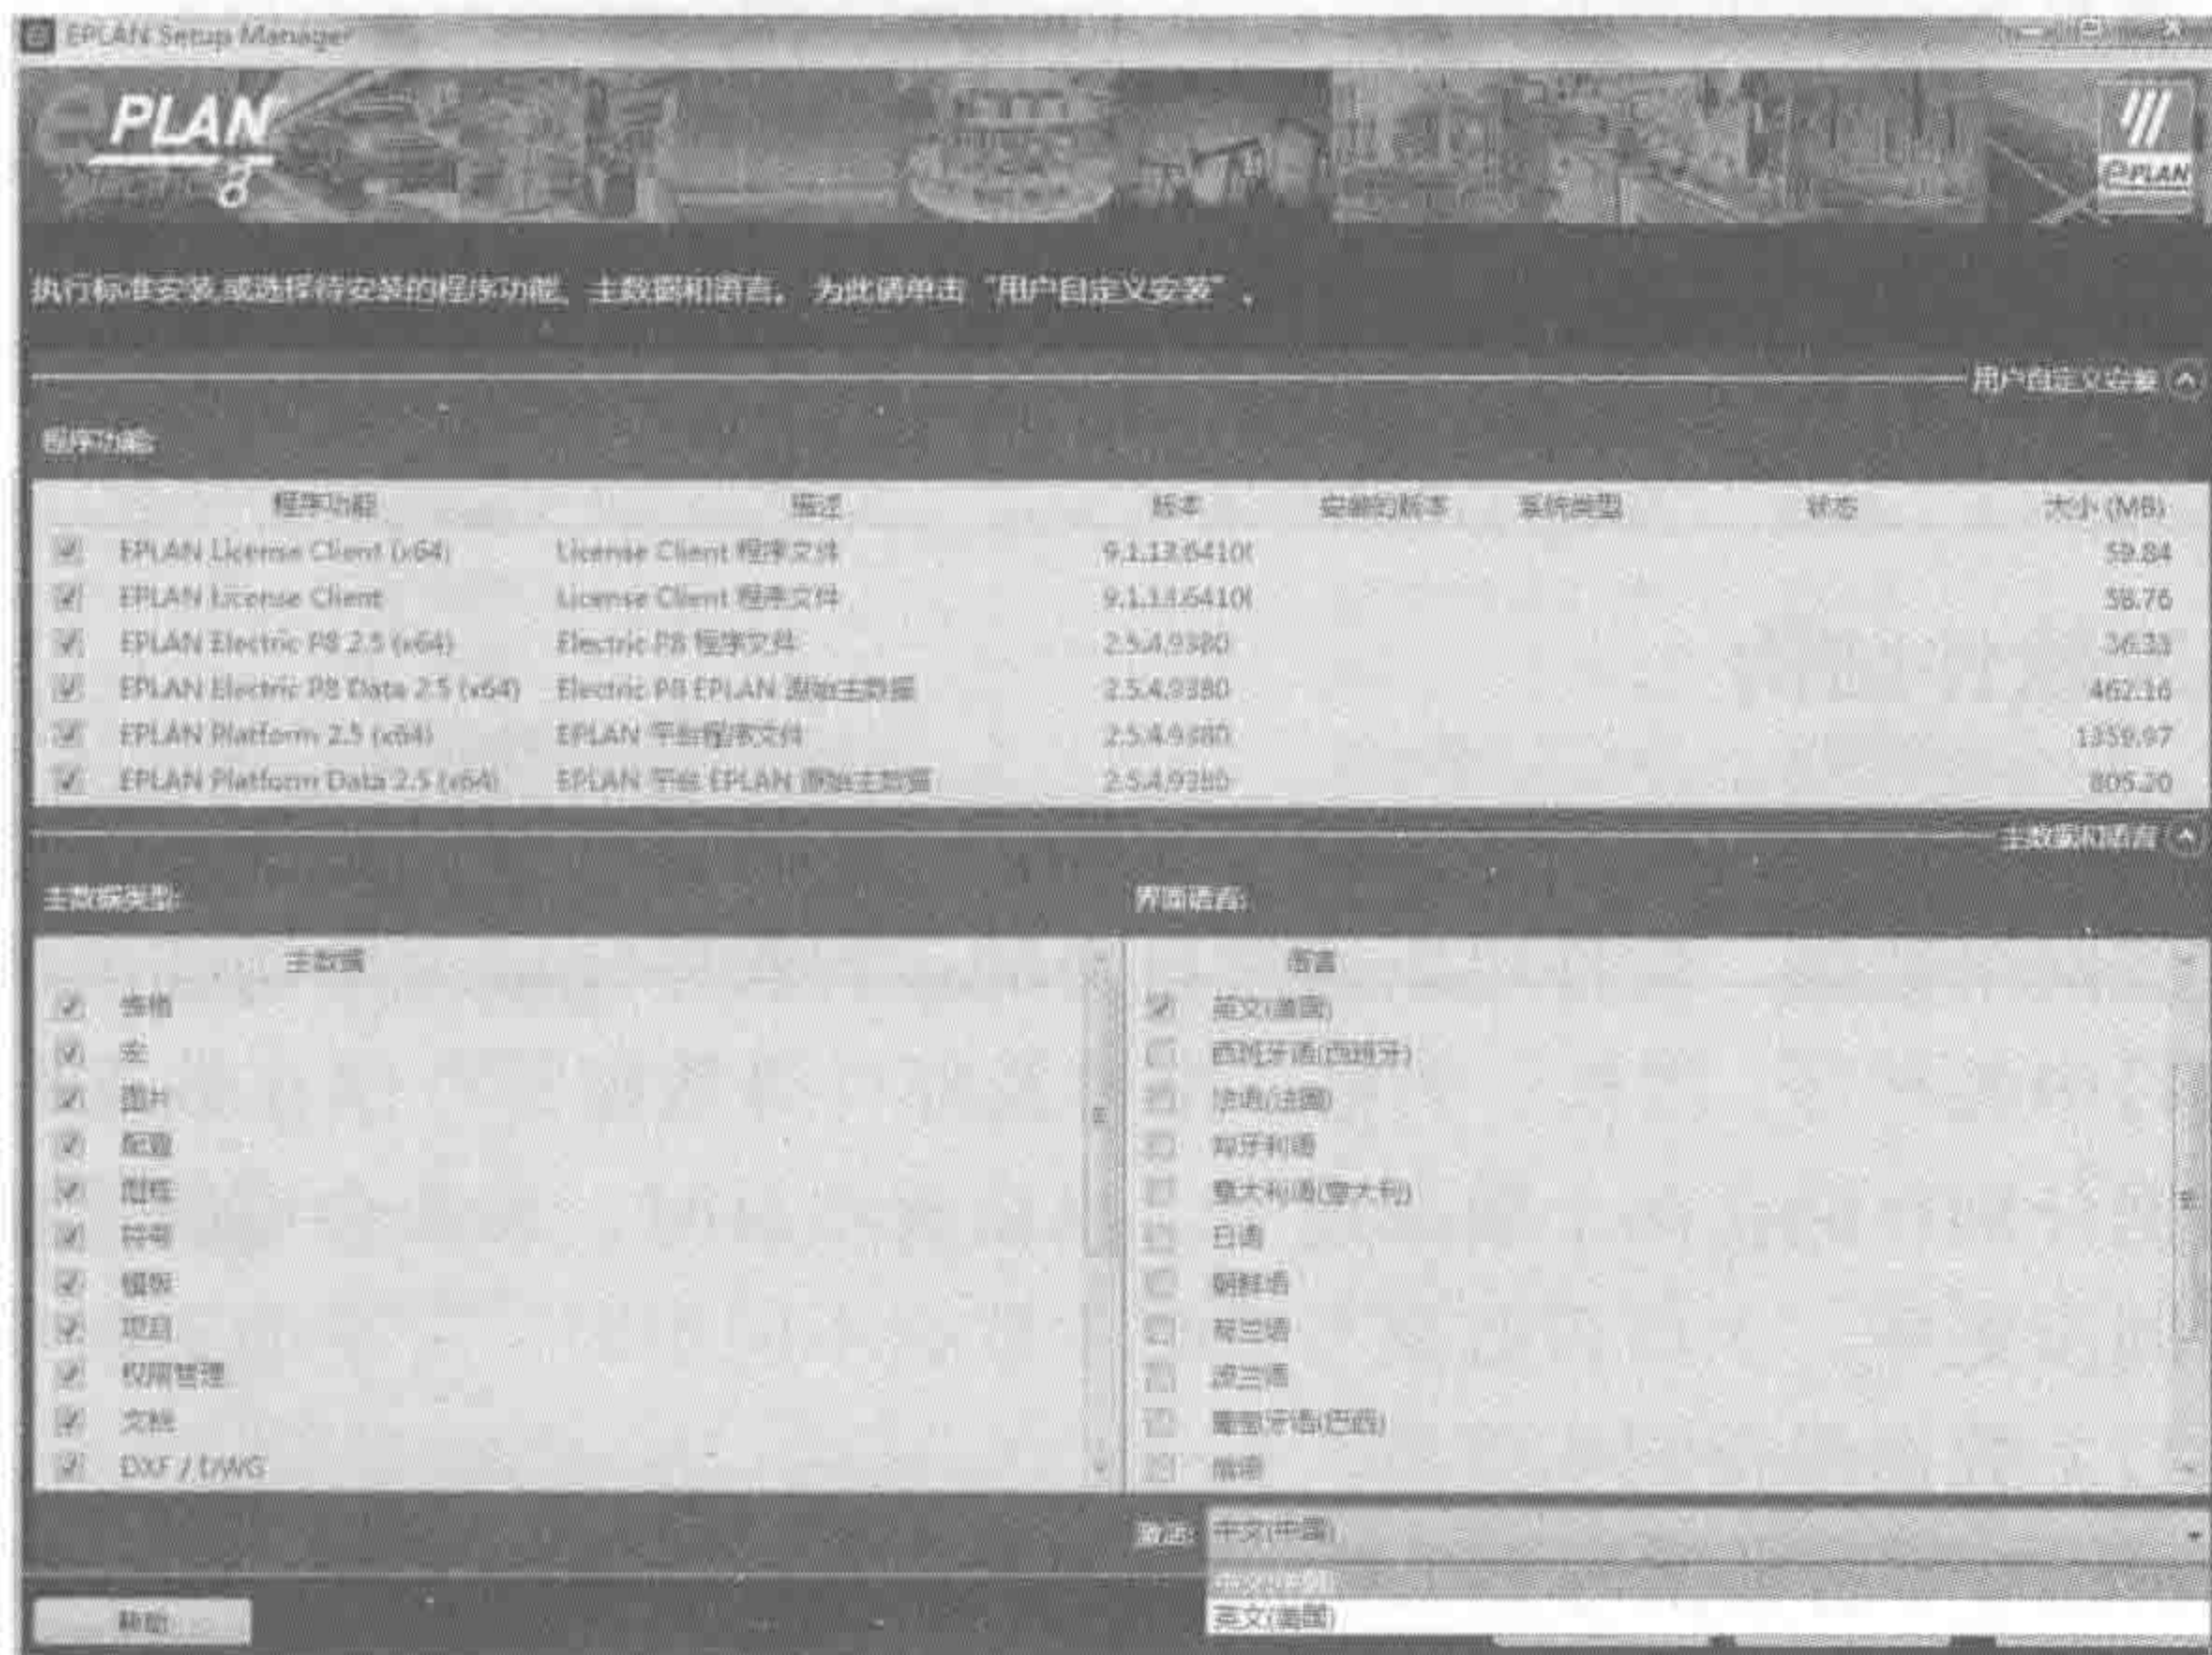

图 1-10 用户自定义数据选择
5) 单击【继续】按钮，进入自定义安装及主数据和语言选择界面，如图 1-10 所示。